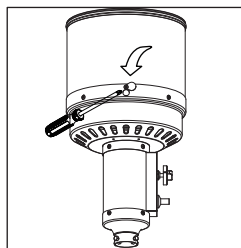

Figure 1
2. Appuyez et tournez le bouton de commande sur la position HIGH (maximum) (sens anti-horaire de 90°). (Figure 1)